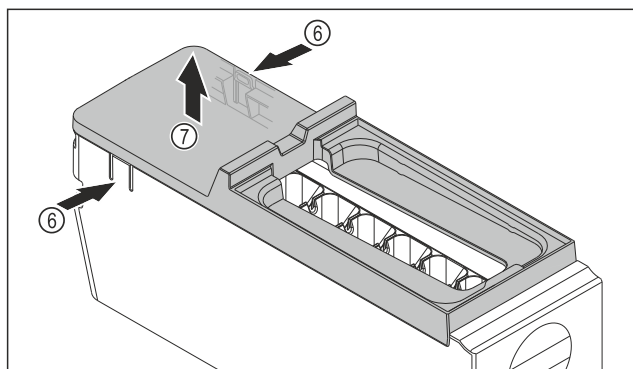

Fig. 118
- ▶ Ta bort skyddet på EasyTwist-Ice-enheten: Tryck på skenorna Fig. 118 (6) på båda sidor av EasyTwist-Ice-enheten med en hand.
- ▶ Ta bort skyddet Fig. 118 (7) uppåt med andra handen.